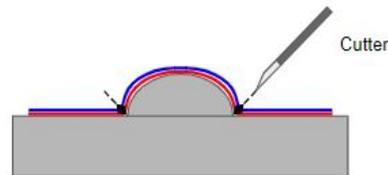

Fig.13
**IMPORTANTE:** quando si utilizza la pellicola JT 10500 Series, si raccomanda di rifinire tagliando attorno al rivetto servendosi di un taglierino per rilasciare la tensione per evitare che si sollevi in un secondo momento. *Fig.13*